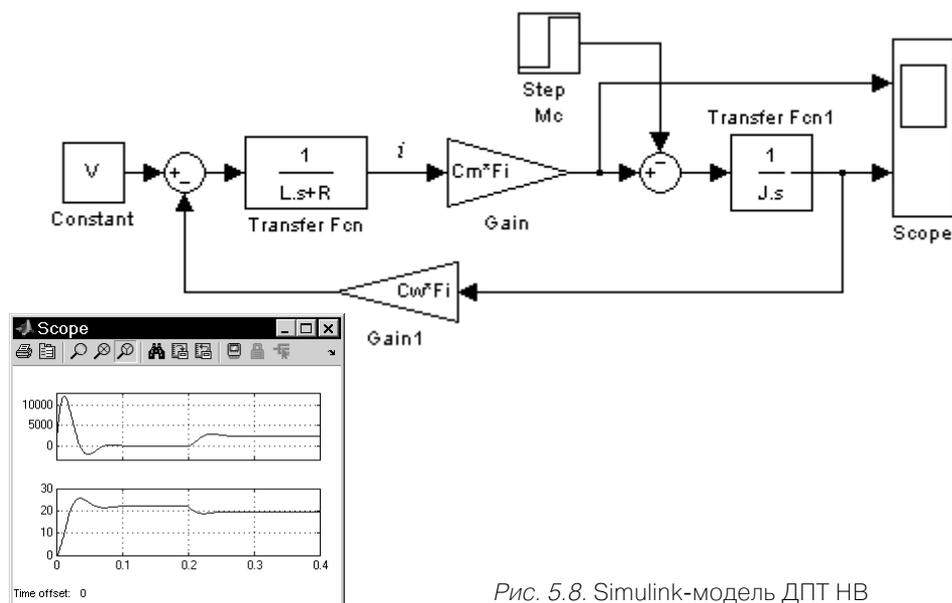
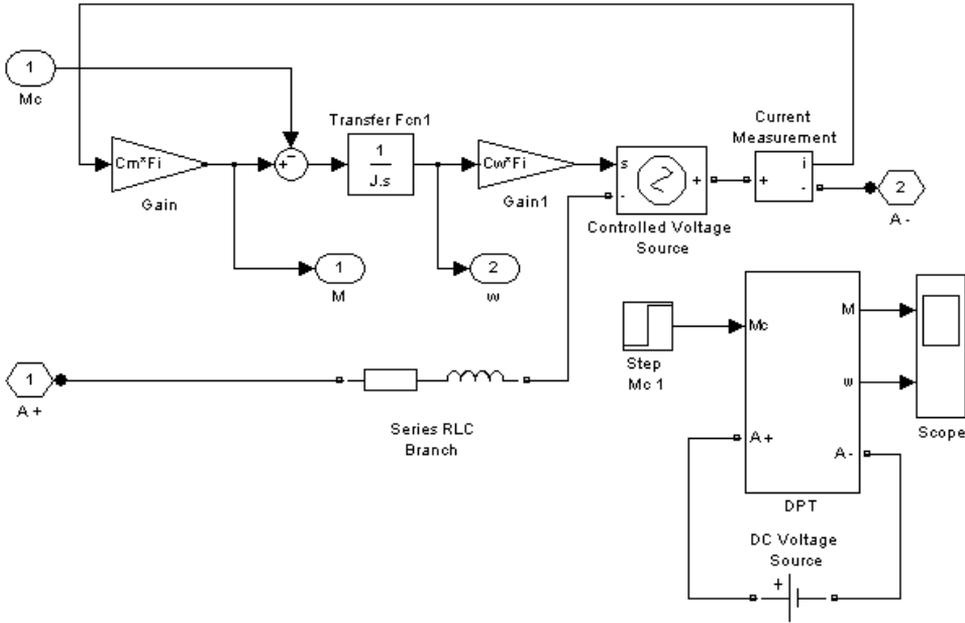

Рис. 5.8. Simulink-модель ДПТ НВ
Рис. 5.10. SPS-модель ДПТ НВ на базе источника напряжения
В итоге, используя уравнения (3)–(6), нетрудно составить Simulink-модель двигателя. Схема модели, а также графики электромагнитного момента и частоты вращения при прямом пуске двигателя показаны на рис. 5.8. В примере приняты следующие значения параметров двигателя (в единицах СИ):  $L = 0,001$ ,  $R = 0,1$ ,  $J = 10$ ,  $C_M = 10$ ,  $C_\omega = 10$ ,  $U = 220$ ,  $F_i = 1$ . Наброс нагрузки производится в момент времени 0,2 с, величина момента нагрузки равна 2500 Нм.
якоря двигателя (выходной сигнал блока Transfer Fcn на рис. 5.8). Схема блока SPS-модели двигателя, полная схема модели, а также графики тока якоря и угловой частоты вращения вала показаны на рис. 5.9.
При работе с моделью двигателя следует иметь в виду, что она не является электротехнической в чистом виде, поскольку выходные сигналы электромагнитного момента и частоты вращения являются обычными однонаправленными безразмерными сигналами Simulink. Графики переменных, представленные на рис. 5.9, полностью повторяют соответствующие графики обычной Simulink-модели двигателя, показанные на рис. 5.8.
Модель двигателя постоянного тока можно создать также и на базе управляемого источника напряжения и датчика тока. Схема замещения цепи якоря двигателя содержит источник ЭДС, индуктивность и резистор. Последние два элемента можно исключить из Simulink-модели, исключив соответственно и уравнение (1), а также передаточную функцию (5). Сами резистор и индуктивность можно добавить к модели с помощью стандартного блока Series RLC Branch. В результате будет получена комбинированная модель двигателя (рис. 5.10). На рис. 5.10 показана также полная схема модели с подключенным источником питания двигателя (DC Voltage Source).
Графики переменных двигателя на рис. 5.10 не приведены, поскольку они полностью совпадают с представленными на рис. 5.8 и 5.9.